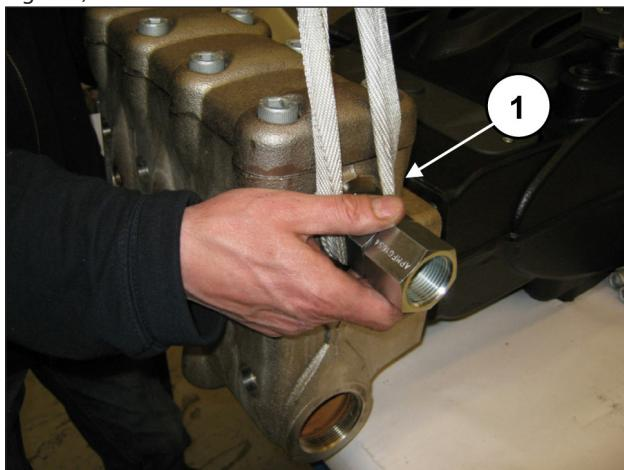
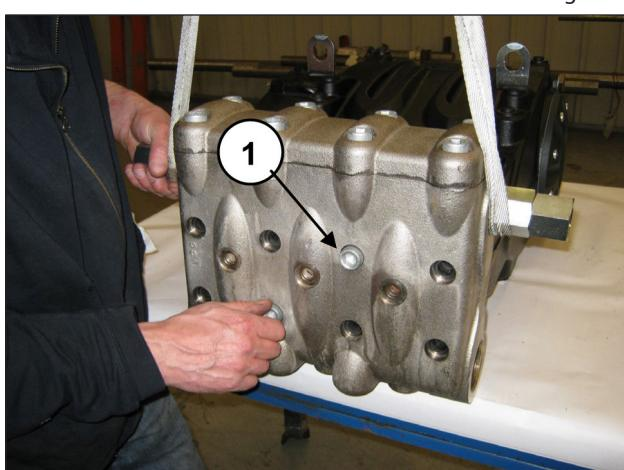

Fig. 131
Fig. 132
Montar la cabeza en el cárter de la bomba (pos. ①, Fig. 131) sin golpear los pistones y apretar los 8 tornillos M16x180 (pos. ①, Fig. 132).